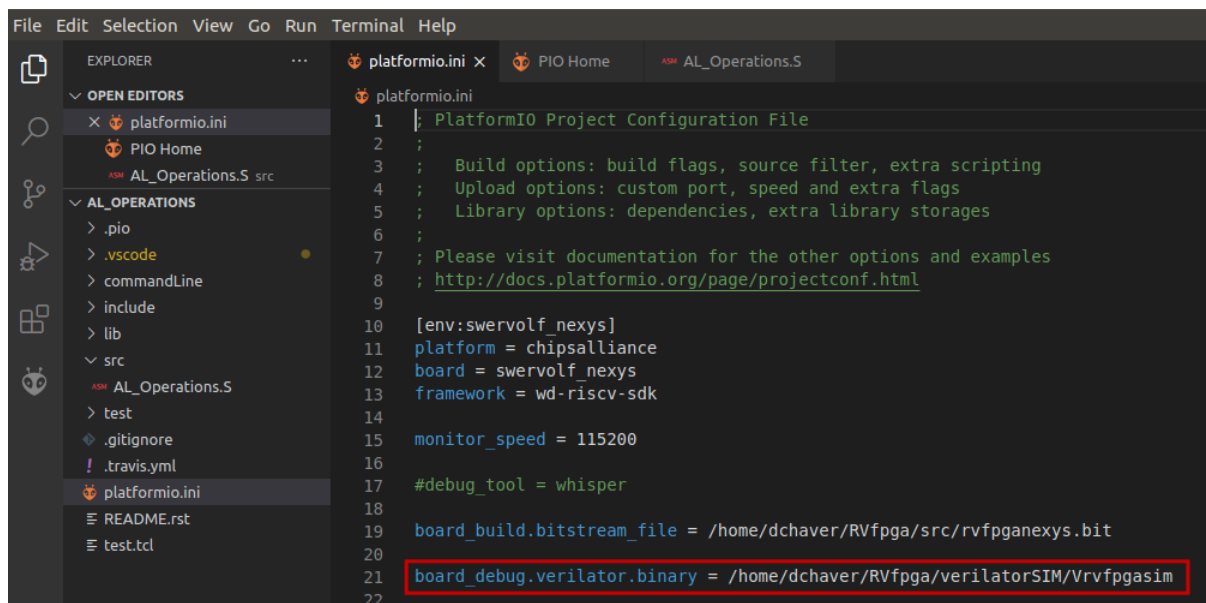

Figura 82. Ficheiro de inicialização do PlatformIO: platformio.ini
5. Abra o ficheiro *platformio.ini*. Estabeleça o caminho para o binário da simulação RVfpgaSim gerado na primeira etapa (*Vrvfpgasim*) editando a seguinte linha (Figura 82).